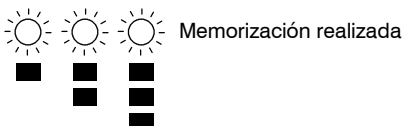

fig. 5.21
- 5 Para memorizar la configuración, pulsar el botón de reposición (6) durante 5 segundos aproximadamente, hasta que los indicadores luminosos de señalación 3 parpaddeen simultáneamente como en fig. 5.21.